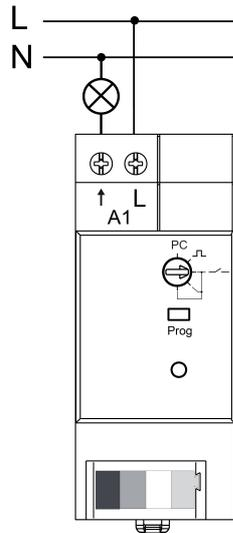

Figura 3: Esempio di collegamento
- Collegare l'apparecchio secondo lo schema esemplificativo (figura 3).